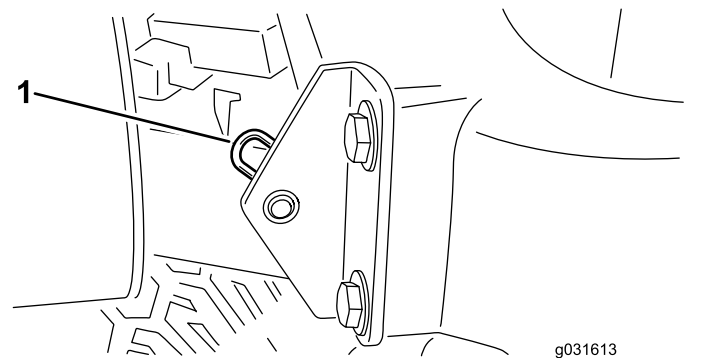

Figure 60
2. Retirez la goupille fendue qui fixe le pivot de capot aux supports (Figure 60).